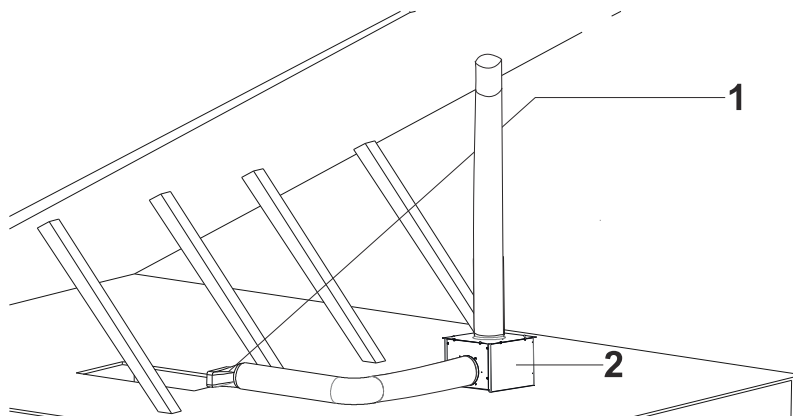

Fig. 29
4. ➔ Montér nu aftrækskanaler der skal bruges i forbindelsen (læs punkt 2 under afsnittet: Larm & Støj (fra motor)* for gode råd) (Fig. 29).